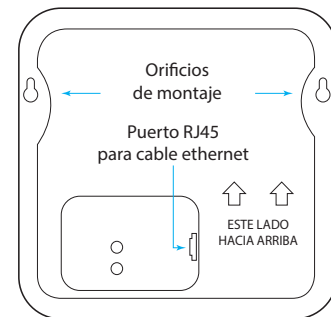

Fig. 2.4
5. **Paso crítico:** monte y conecte el RT7000 (fig. 2.4 y 2.5) de manera provisional en un lugar central para obtener una cobertura óptima (hasta que haga las pruebas de rango de los pasos 9 y 10, usando el asistente de instalación). Por ejemplo, observe las figuras 2.10 y 2.11. Muestran dos configuraciones distintas de tiendas, con áreas específicas en las que los auriculares se usan principalmente. En estos ejemplos, la ubicación seleccionada para el RT7000 (representado por el pequeño rectángulo azul) ofreció la mejor cobertura, indicada por las áreas en el círculo azul. Cada tienda requirió que el RT7000 se montara en un lugar diferente, pero centralizado, para ofrecer la mejor cobertura general para las necesidades de la tienda. La distribución de la tienda y sus obstrucciones también afectaron la colocación y el rango (puede ver más detalles sobre la ubicación del RT7000 en "Notas de componentes" on page 14).